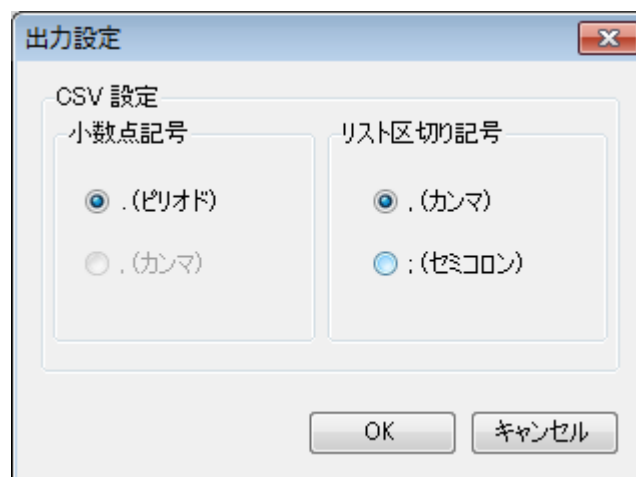

図 3-6. 出力設定
- (1) メニューバーの[設定]-[出力]を選択します。
- (2) [出力設定]の画面が表示されます。(図 3-6)